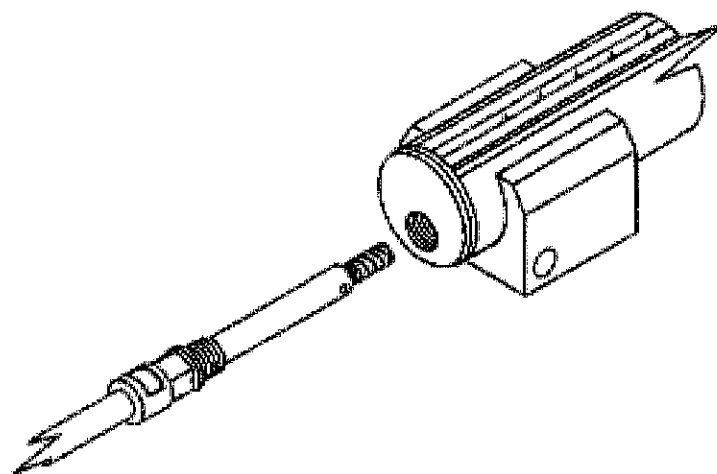

図 6-4 チャージングバー接続
- a, 高圧ケーブルのケーブルコネクターをTETRAバーのメスコネクターに指で差し込んでください（図6-4参照）